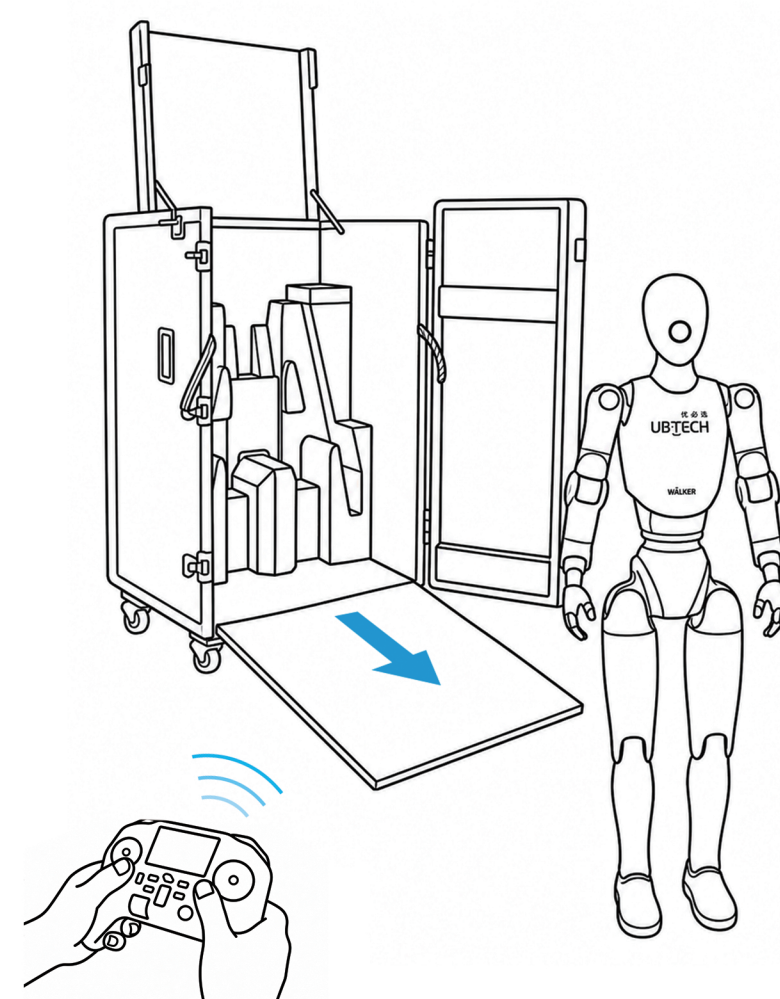

图5
4. 按住遥控器SE键并左推T4，等待机器人自主站起，沿助推斜坡板行走至平地并站定，即表示出箱成功（图5）